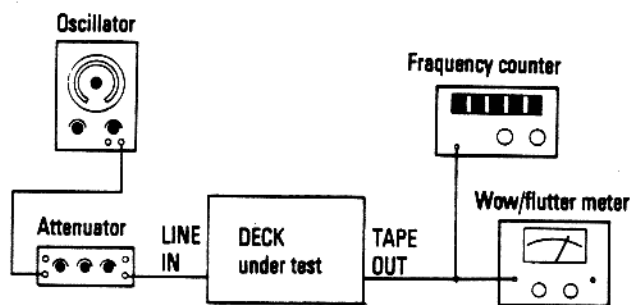

Fig. 4-9 図4-9
1. Connect a wow and flutter meter to the deck as shown in Fig. 4-9.
1. 図4-9 の様にワウ・フラッタ・メータをデッキに接続する。